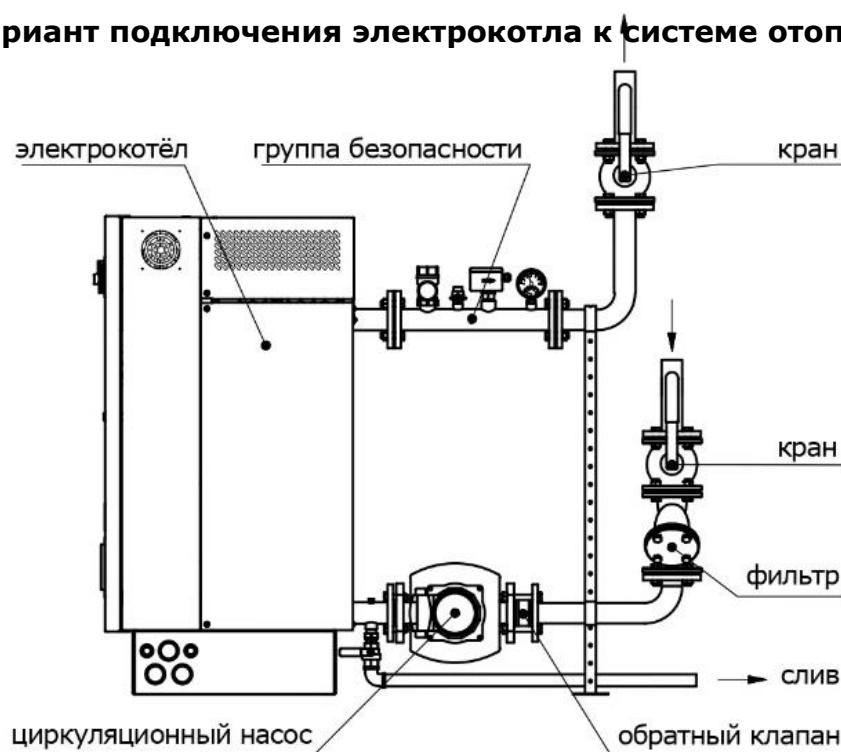

Рис. 5
6.7. Группа безопасности должна быть установлена только на выходном патрубке котла (см. рис. 5).
6.12. Перед циркуляционным насосом обязательно должен быть установлен фильтр грубой очистки с размером ячеек сетки фильтрующего элемента не более 500 мкм, обратный клапан (при параллельном подключении нескольких электродкотлов) и кран (см. рис. 5).